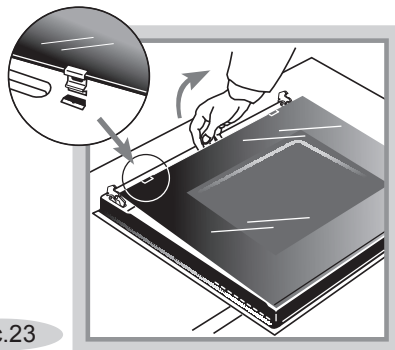

Рис.23
- Чтобы помыть стекла дверцы со всех сторон, **внутреннее стекло можно легко снять.** Для этого потяните за край стекла, как показано на рис. 23.